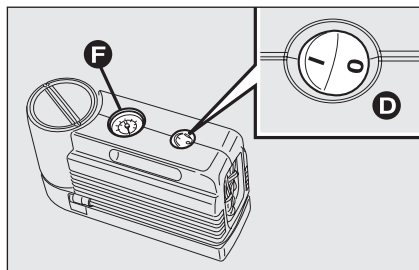
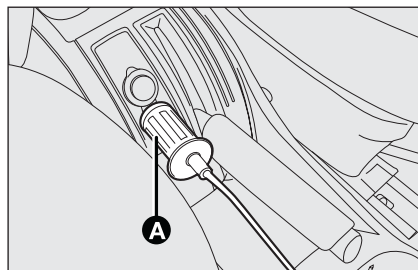

fig. 6
fig. 7
- s'assurer que l'interrupteur **D**-fig. 6 du compresseur est en position **0** (éteint), lancer le moteur, insérer la fiche **A**-fig. 7 dans la prise de courant la plus proche et actionner le compresseur en déplaçant l'interrupteur **D** en position **I** (allumé). Gonfler le pneu à la pression prescrite au paragraphe "Pression de gonflage" au chapitre "Caractéristiques Techniques".